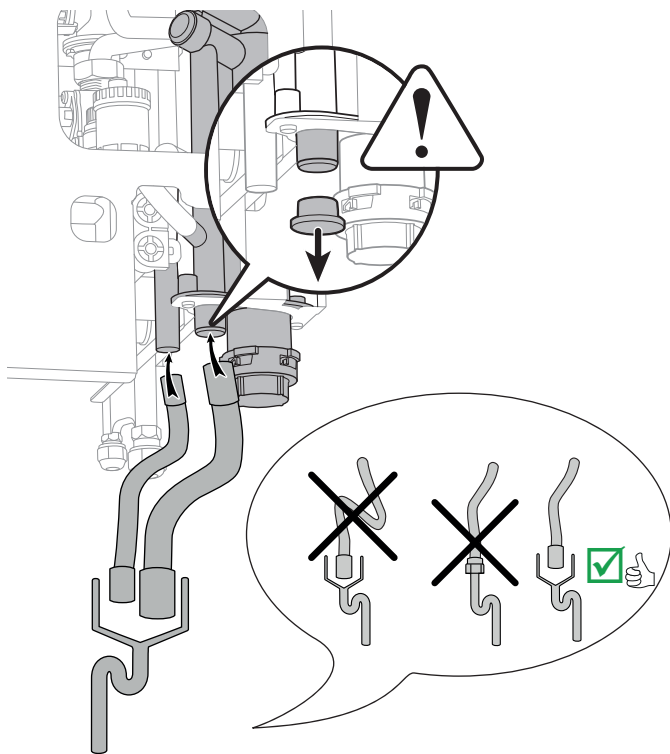

fig. 33 - Raccordement du siphon
- Un système de récupération de condensats est intégré à l'appareil. Il faut le raccorder à l'égout via le siphon (fig. 33, page 31). Retirer le bouchon puis raccorder l'évacuation du siphon à l'égout. Utiliser un tuyau résistant aux condensats acides et s'assurer qu'il n'est pas plié. Le raccordement à l'égout ne doit pas être étanche, il est nécessaire de laisser un passage d'air.